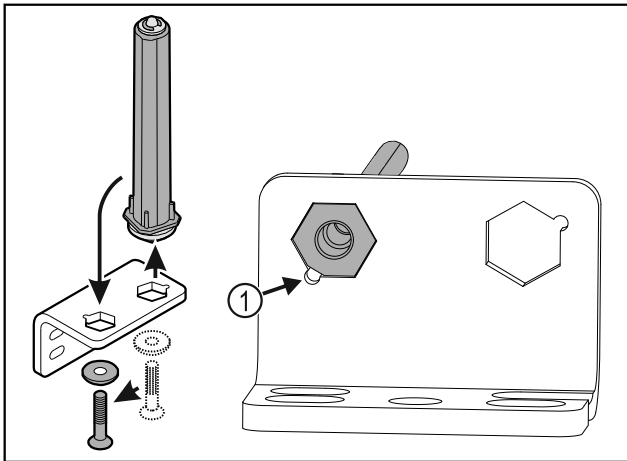

Fig. 31
- Lors de l'insertion de l'axe, veiller à ce que son chanfrein Fig. 31 (1) soit du côté du trou rond.